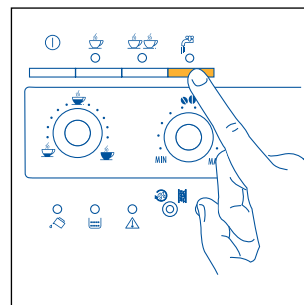

Fig.21
- Tryk på tasten  (fig. 21). Kontrollampen  tændes for at indikere at funktionen er blevet valgt.
- Tryk på tasten  (fig. 21). (Det tilrådes ikke at lade varmt vand løbe ud i mere end 2 minutter).